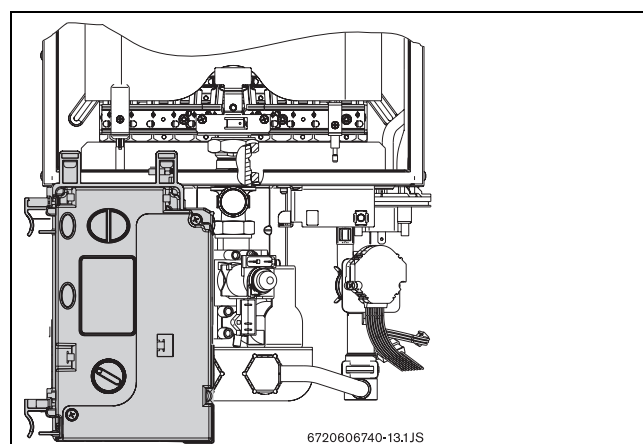

Fig. 20 Caja de mando - posición de ajuste del gas
- Una vez retirada la caja de mando, colóquela de acuerdo con la →Fig. 20.